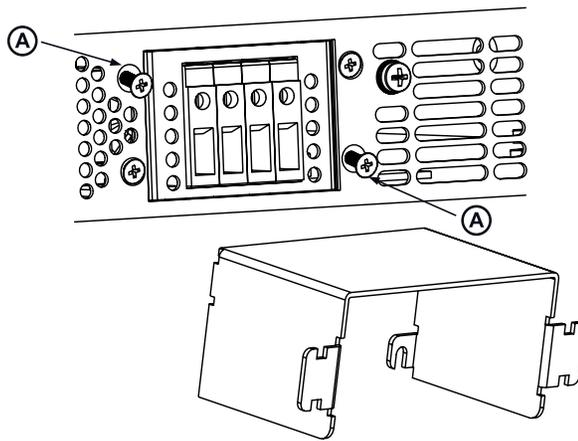

图 3-8: 屏蔽罩的组装
4. 半松开标有“A”的两个机壳螺钉, 图 3-8 所示。
5. 组装屏蔽罩与机壳, 并拧紧固定屏蔽罩至机壳的两个螺钉 (见图 3-8)。螺钉紧固扭矩: 4.8-5.3 磅-英寸。